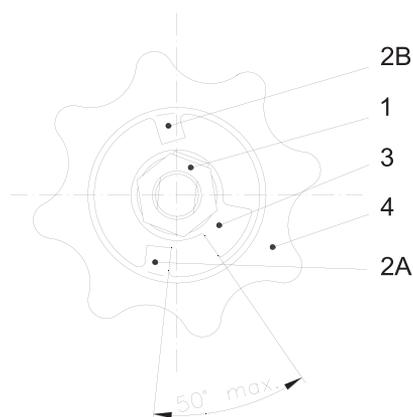

Рисунок 10.
Упор (3) и зуб на ручном колесе (2А или 2В) ограничивают аксиальный люфт в тормозе. Угол между упором и зубом установлен производителем на 50°- см. Рисунок 10. Если угол превышает значение 50° во время использования тормозного устройства, тормоз должен быть отрегулирован заново. Регулировка тормозов производится на подвешенной за верхний крюк рычажной тали. Регулировка должна быть проведена следующим образом: Открутите гайку (1) снимите и поверните упор (3) таким образом, чтобы между одним из зубов (2А или 2В) и упором был установлен требуемый угол. В случае, если это не удастся сделать, демонтируйте ручное колесо (4) и поверните его таким образом, чтобы после установки упора (3) был требуемый угол с одним из зубов (2А или 2В). Проверьте работу тормоза при помощи подходящего груза.